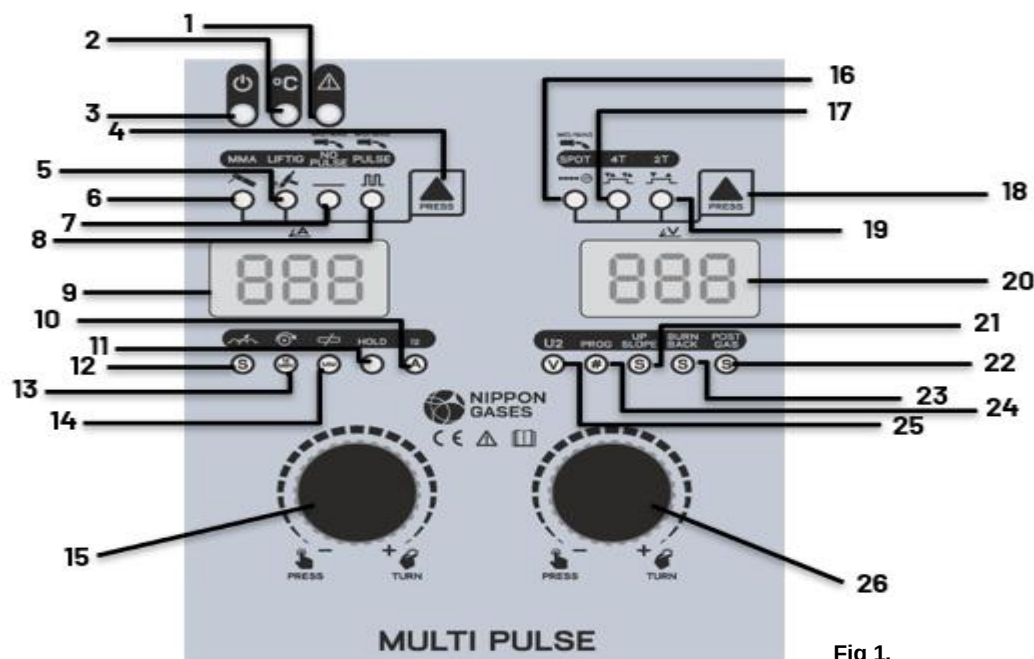
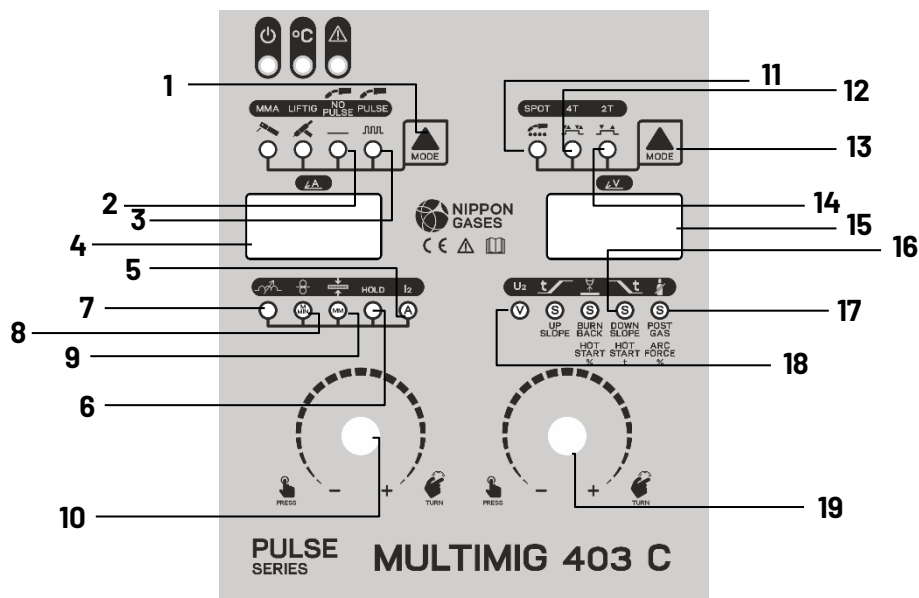

Fig 1.
Fig. 5.
15	Botón de regulación de los parámetros (Fig. 1 - 10, 11, 12, 13, 14)
26	Botón de regulación de parámetros (Fig. 1 - 21, 22, 23, 24, 25)
Destornillar la tuerca de sujeción (1- Fig.2) para colocarse la bobina de hilo (3- Fig.2) sobre el portabobinas (4- Fig.1). Hay que confirmar que el sistema de freno (2- Fig.2) queda operativo, con el perno del portabobinas (5- Fig.2) correctamente introducido en el agujero de la bobina (3- Fig.2). Después de colocada la bobina, apretar la tuerca de sujeción.
Seleccione el modo de soldadura MIG/MAG SYN pulsando el encoder lateral derecho (10 - Fig. 5) en la opción de menú correspondiente. Ha entrado en el modo MIG SYN en el que puede visualizar el estado del modo respectivo (1 - Fig.1)
- Todos los elementos del menú se vuelven rojos cuando se hace clic en ellos para establecer su valor. Seleccione el material a soldar (elemento de menú 4 - Fig. 5), el diámetro del hilo (elemento de menú 3 - Fig. 5) y el tipo de gas (elemento de menú 2 - Fig. 5) con el encoder derecho (10 - Fig. 5) de acuerdo con las siguientes tablas de programas sinérgicos:
8.1.1.- Parámetros de soldadura MIG/MAG sinérgica (ver Fig.5)
Modo soldadura temporizada a puntos MIG/MAG (11 - Fig. 5) - Cuando seleccionado indica que la máquina está en modo de soldadura a puntos MIG/MAG. Para seleccionar esta función, pulse la tecla 13 - Fig.5 hasta que se encienda el led 11. Ajuste el tiempo del punto, presionando el botón derecho (19 - Fig.5) hasta que el display izquierdo (4 - Fig. 5) muestre el SPT y gírelo para el tiempo deseado. Inicie la soldadura por puntos presionando el gatillo de la antorcha y continúe presionando hasta el final del programa de soldadura MIG regulado (consulte las páginas siguientes).
Pulse el botón derecho (19 - Fig. 5) hasta que el display derecho (15 - Fig. 5) muestre el programa de soldadura deseado (el display izquierdo - 4 - Fig. 5 mostrará el último programa seleccionado) y seleccione el programa de soldadura con el botón derecho (19 - Fig. 5) hasta que el display derecho (15 - Fig. 5) muestre su número.